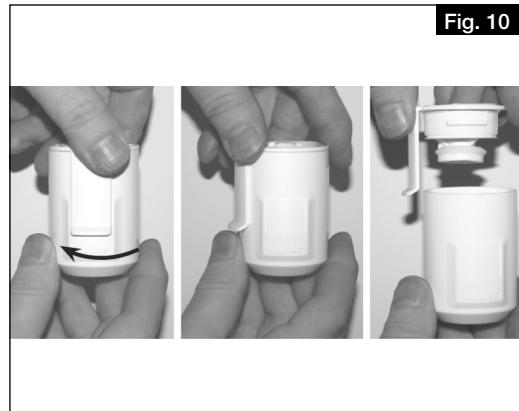

Fig. 10
1. Ouvrir le siphon à boule en dévissant la pièce de fixation d'un quart de tour (voir Fig. 10).